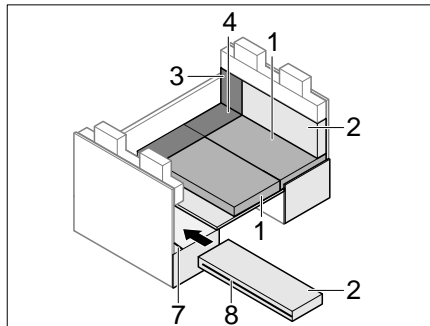

Bild 199 Während des Umbaus
- Reißverschluss (Bild 199,8) am Rückenpolster öffnen.
- Schlitz im Rückenpolster über ISOFIX-Traverse (Bild 199,7) stecken.